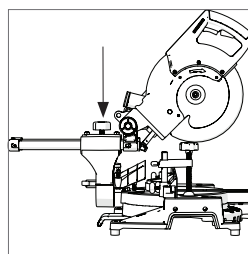

Abb. 24
- Die Schlittenverriegelungsschraube wieder festziehen. **(Abb. 24)**